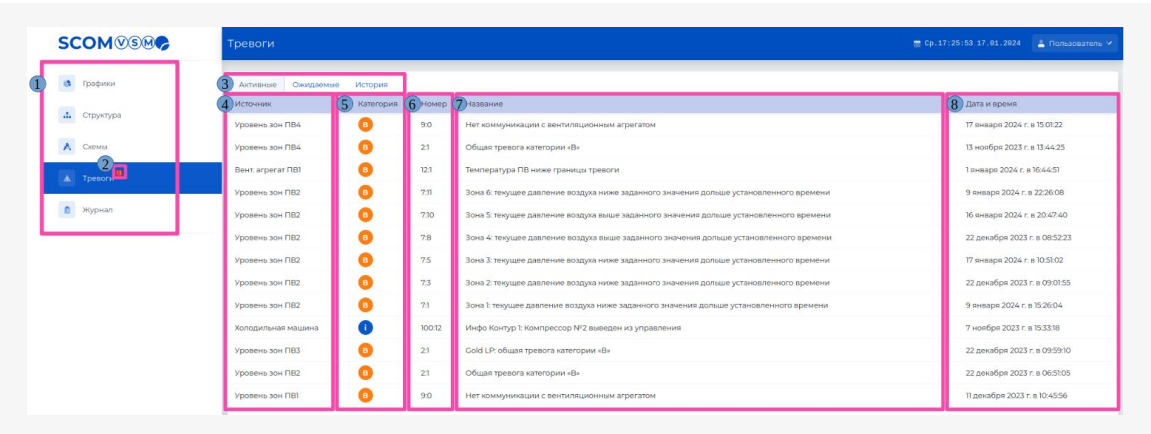

Рисунок 24. Страница «Тревоги»
На веб-странице представлена сводная информация об активных, ожидаемых и прошедших тревогах всех элементов, входящих в SCOM VSM (см. рисунок 24) .
- Активные — текущие тревоги (см. рисунок 24);